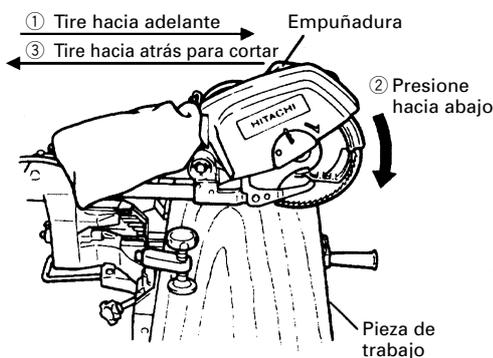

Fig. 22
Después presione hacia abajo la empuñadura y deslice la hoja de sierra hacia atrás para cortar la pieza de trabajo como se indica en la Fig. 22. Esto facilitará el corte de piezas de trabajo de hasta 65 mm (2-9/16") de altura y 305 mm (12") de anchura.
(2) Piezas de trabajo de hasta 75 mm (2-15/16") de altura y 280 mm (11") de anchura: Las piezas de trabajo de hasta 75 mm (2-15/16") de altura y 280 mm (11") de anchura podrán cortarse de la misma forma que la descrita en el párrafo 6-(1) anterior.
- \* Para el corte deslizable, siga los procedimientos indicados en la Fig. 22 anterior. El corte deslizable hacia adelante (hacia el operador) es muy peligroso porque la hoja de sierra puede salir despedida de la pieza de trabajo. Por lo tanto, deslice siempre la empuñadura alejándola de usted mismo.